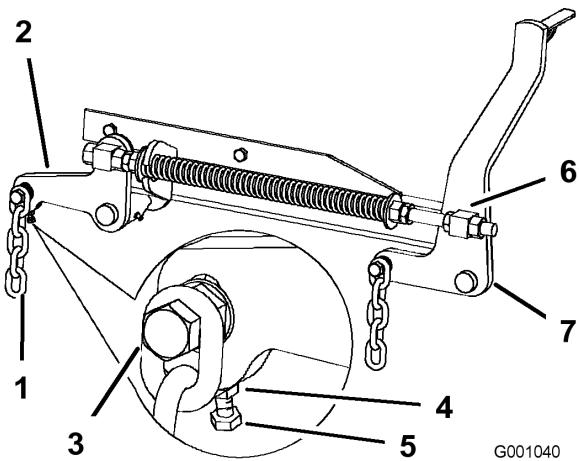

Figura 71
7. Si las medidas realizadas en las posiciones **B** o **C** no son correctas, afloje el perno que fija la cadena trasera al brazo de soporte trasero (Figura 71).
8. Afloje la contratuerca situada debajo del brazo de soporte trasero y ajuste el perno de ajuste hasta obtener una medida de 79 a 83 mm (3-1/8 a 3-1/4 pulg.) (Figura 71).
- Afloje las contratuerzas de pivote delantero, en la parte delantera de los pivotes derecho e izquierdo, aproximadamente 13 mm (1/2 pulg.) (Figura 71).
- Ajuste las tuercas de elevación en el lado izquierdo y derecho de la máquina hasta obtener 6 a 10 mm (1/4 a 3/8 pulg.) menos en la parte delantera en **A** que en la parte trasera, en **B** (Figura 71).